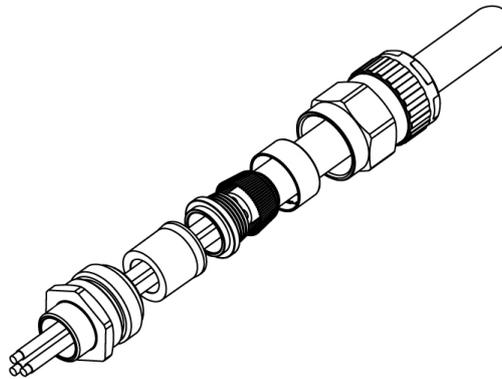

Figura 13. Esempio di pressacavo
1. Rimuovere la piastra di copertura imbullonata (Figura 13).